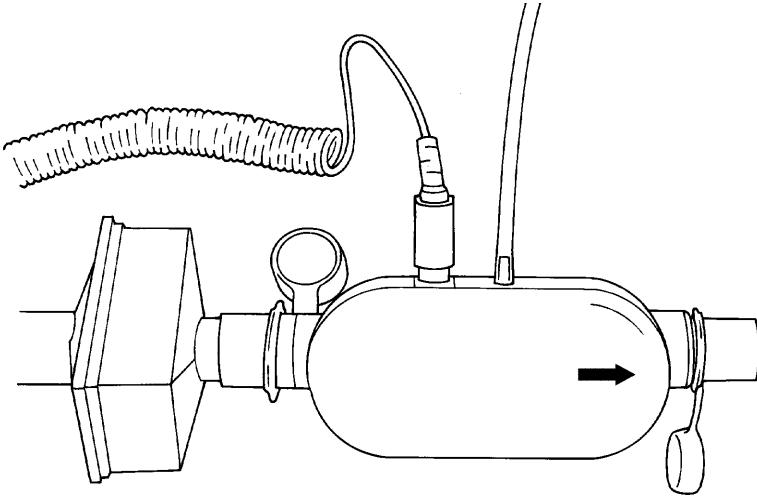

Figure 5. Fixation de la tubulure de pression au module de débit élevé
3. Module de débit élevé uniquement : installer la tubulure de pression (Figure 5).